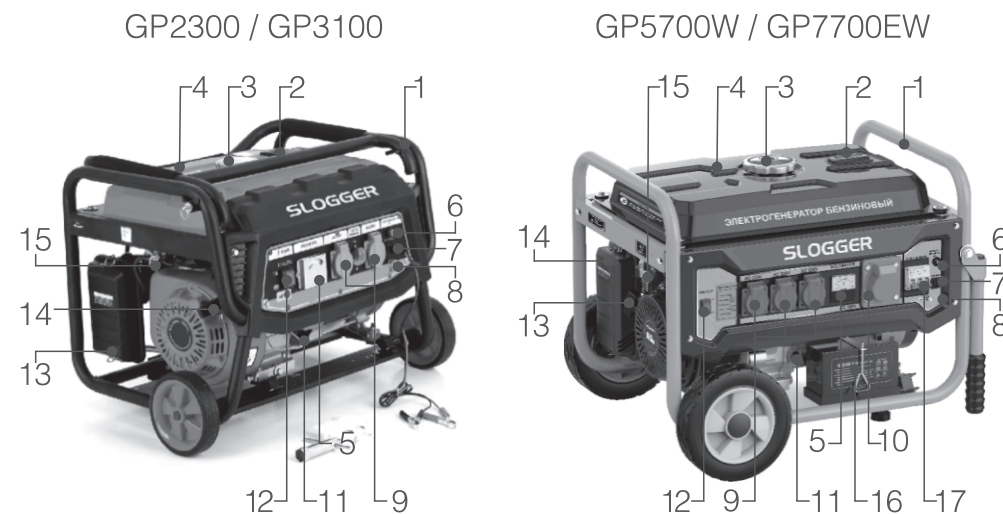

Рис. 1
- Запуск бензинового двигателя осуществляется ручным стартером, при помощи рукоятки (17) (См. Рис. 1).
- Заправка бака топливного (4) осуществляется через заправочную горловину, закрытую крышкой (3).
- Топливо из топливного бака (4) через топливный кран (19) и топливную систему, поступает в карбюратор.
- С помощью воздушного фильтра (18) производится очистка воздуха, поступающего в карбюратор двигателя. Для проведения технического обслуживания воздушного фильтра, он снабжен съемной крышкой. Через крышку открывается доступ к фильтрующему элементу.
- Вольтметр (5) предназначен для измерения величины выходного напряжения работающего генератора.
- Окрутите крышку топливного бака (3)(См. Рис.1).Проверьте уровень топлива.
- Отверните масляную пробку (4) (См. Рис.1), достаньте щуп.
- Соедините клемму заземления (10) (См. Рис.1) на панели управления с заземлителем. Для соединения используется провод, сечением не менее 1,5 мм2.
- Противоположный конец провода соединяется с клеммой заземления генератора (10) (См. Рис.1).